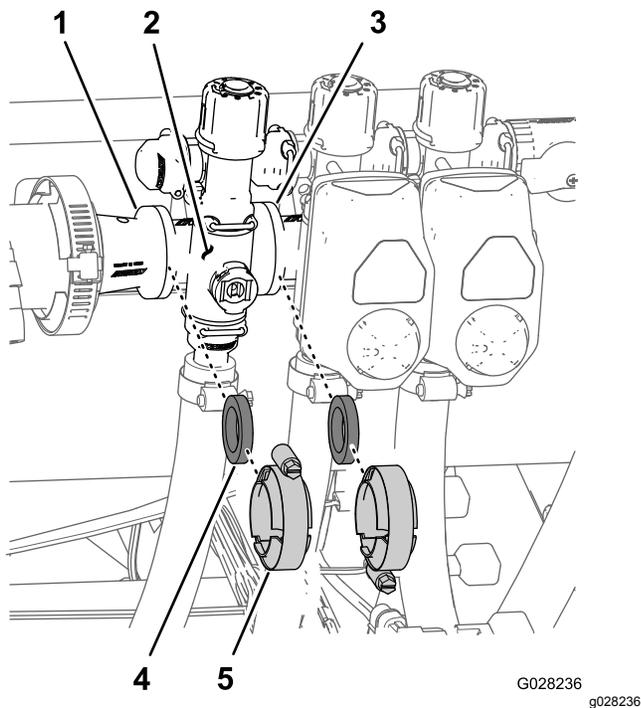

Рисунок 102
1. Снимите хомуты и прокладки, которые крепят коллектор клапана секции к примыкающему клапану секции (если это левый клапан секции, а также переходная муфта), как показано на Рисунок 102.